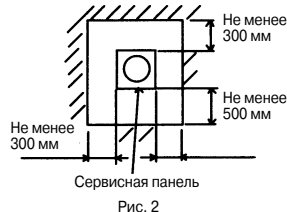

Рис. 2
- Препятствия с четырех сторон (рис. 2)